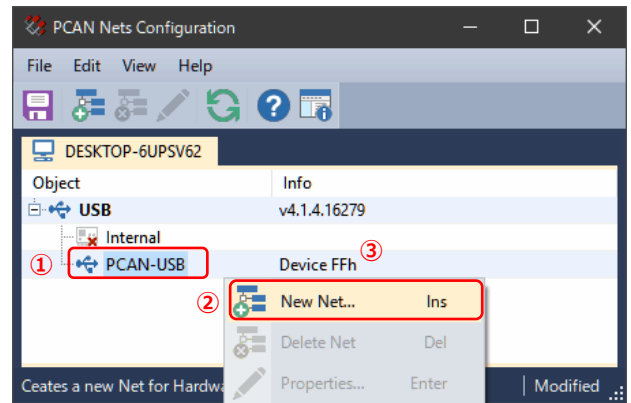

図 3.1-1
PCAN-USB を選択します（図 3.1-1 ① 参照）。
右クリックし、表示されたコンテキストメニューから、New Nets... を選択します（図 3.1-1 ② 参照）。
デバイス番号は、図 3.1-1 ③ で表示された値です。